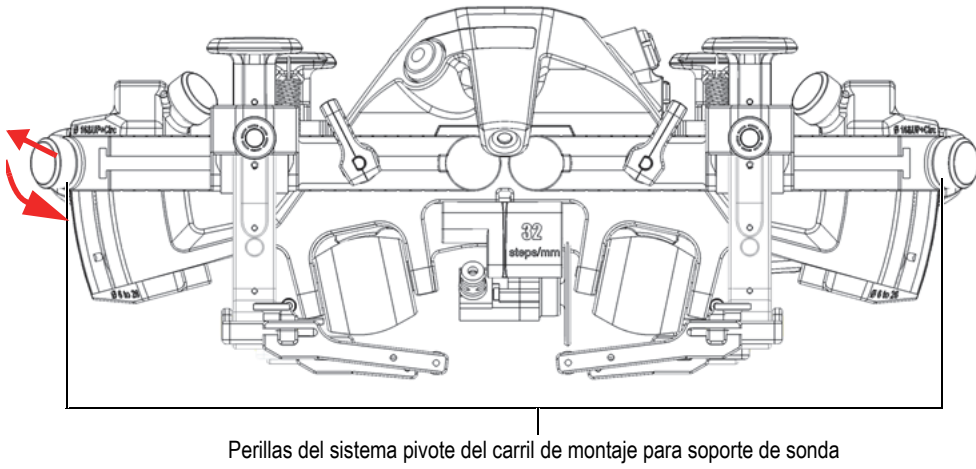

Figura 2-1 Carriles de montaje para soporte de sonda en posición ascendida
1. Gire en sentido antihorario las perillas que se encuentran en los extremos de los dos carriles de montaje para soporte de sonda, y tire de ellas. Cuando están lo suficientemente sueltas, las perillas salen de las roscas, permaneciendo unidas al escáner (ver Figura 2-1 en la página 40).